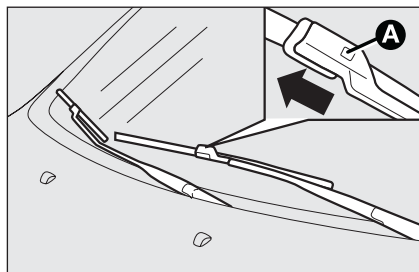

fig. 16
- ☐ presione la patilla **A**-fig. 16 del muelle de enganche y saque la escobilla del brazo;